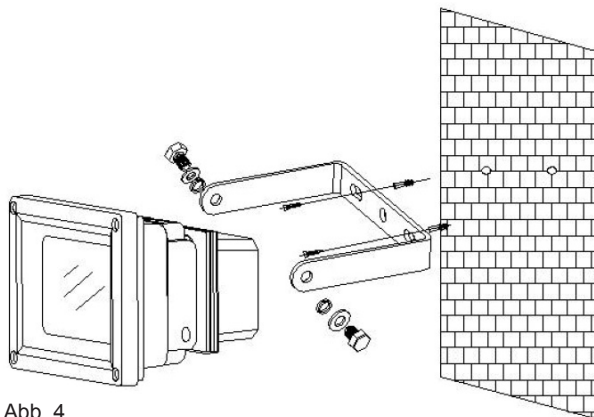

Abb. 4
(3) Schließen Sie das Netzkabel:
(4) LED-Scheinwerfer wieder an der Halterung anschrauben und Kabel an der Wand mit Hilfe geeigneter Clips befestigen. Stellen Sie sicher, dass das Kabel nicht den Körper des Scheinwerfers berührt und dass es ausreichend Spielraum im Kabel gibt, damit das Flutlicht wie benötigt geneigt und eingestellt werden kann, durch Ergreifen des Metallgehäuse der LED-Scheinwerfer und nicht der hinteren Anschlussbox (Siehe Abbildung 4).